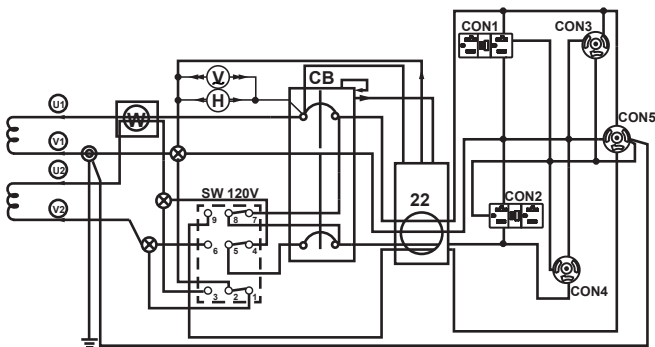

Figure 6. Interrupteur de pleine puissance 120 V Diagramme simplifié (Position haute)
14. **Interrupteur de pleine puissance** – La génératrice est équipée d'un interrupteur de pleine puissance. Les Figures 6 et 7 présentent les schémas de câblage simplifiés du système à double tension.